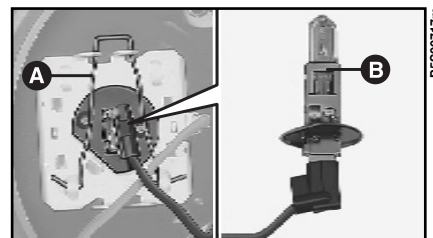

fig. 13
2) Sganciare la molletta di fissaggio **A-fig. 13** ed estrarre la lampada **B**.